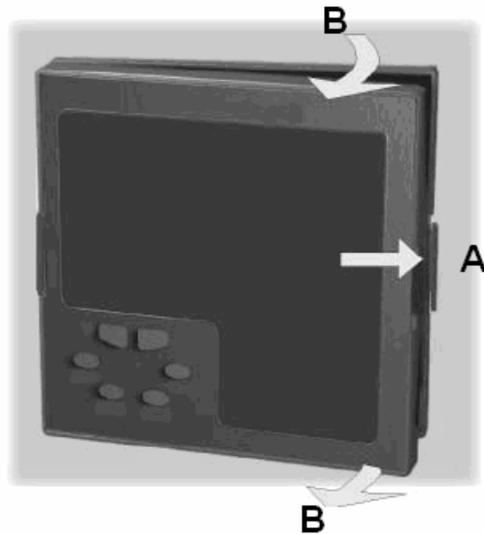

Fig. 1
- 3) Manteniendo abierto el cerrojo A, extraer el lado derecho del instrumento (ver fig. 1)